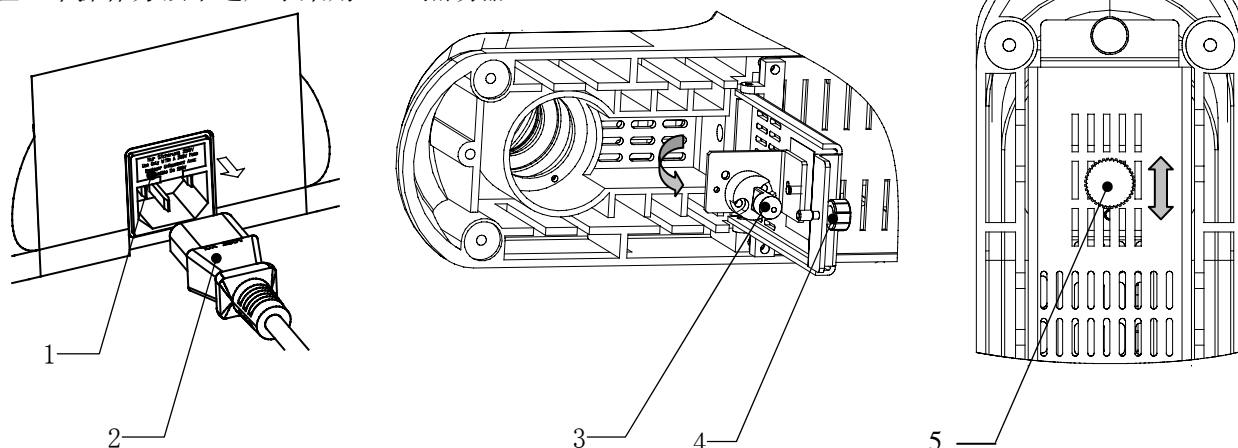

图. 10
- (1) 关闭仪器电源开关，并拔掉电源线插头2。如图 10 所示。
- (2) 等待 10 分钟以上，直到周围与灯泡已足够冷却。
- (3) 拧松灯室铰链板固定螺钉4 往外扳动便可打开灯室门。取出已损坏灯泡3，更换新灯泡。
- (4) 如需调节灯泡相对聚光镜的位置，可以向后倾斜主机，拧松调节螺钉5，可前后移动灯泡的位置。调整至合适的位置后，拧紧螺钉。
本仪器保险丝管集成在主机电源输入插座 1 内。如图 10 所示。具体操作方法如下：